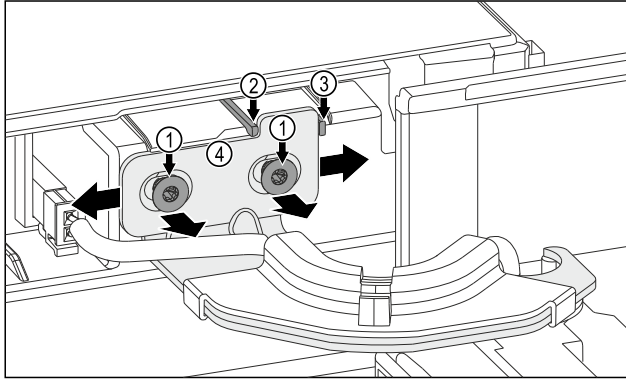

Fig. 11
- ▶ Beide Schrauben Fig. 11 (1) lösen.
- ▶ Tür nach rechts verschieben: Sicherungsnoppe Fig. 11 (3) entfernen.
- ▶ Tür nach links verschieben: Sicherungsnoppe Fig. 11 (2) entfernen.
- ▶ Endposition der Tür ist erreicht: Beide Schrauben Fig. 11 (1) festschrauben.